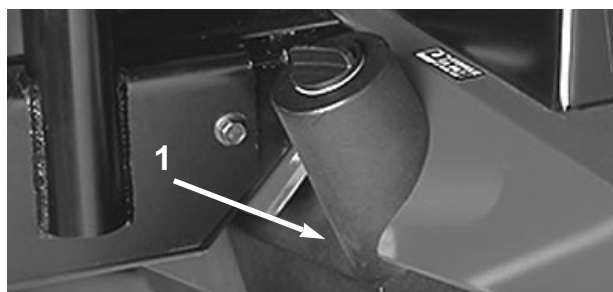

図 57
2. タンク (図57) 下のドレンプラグを開いてドレンパンにオイルを受け、排出が終われば、プラグを元通りに閉める。
1. テストポートA (図57) は、昇降シリンダの故障探究用です。